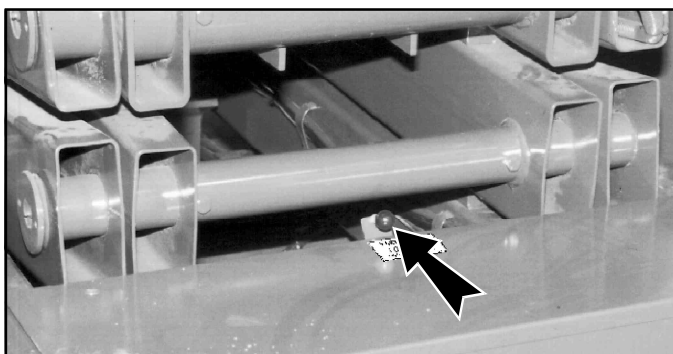

Figure 4 : Tirette de la soupape d'abaissement de secours
14. Au châssis, vérifier le bon fonctionnement de la soupape d'abaissement de secours (figure 4). Pour ce faire, l'ouvrir en tirant sur sa tirette de commande et la maintenir dans la position ouverte. Une fois la plate-forme abaissée à fond, fermer la soupape en relâchant la tirette.
La soupape d'abaissement de secours se trouve à l'avant de la machine, à la base du support articulé de la plate-forme (figure 4).